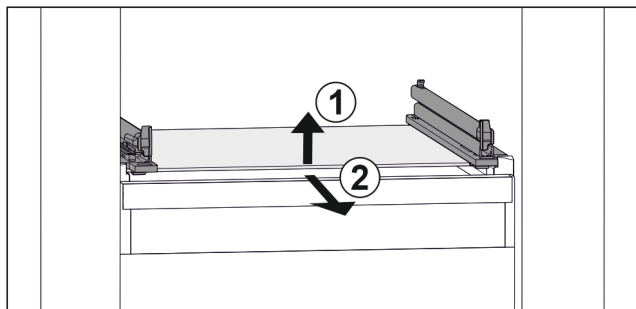

Fig. 100 Primjerni prikaz staklene ploče
- ▶ Staklenu ploču podignite sprijeda. Fig. 100 (1)
- ▶ Izvadite staklenu ploču prema naprijed. Fig. 100 (2)